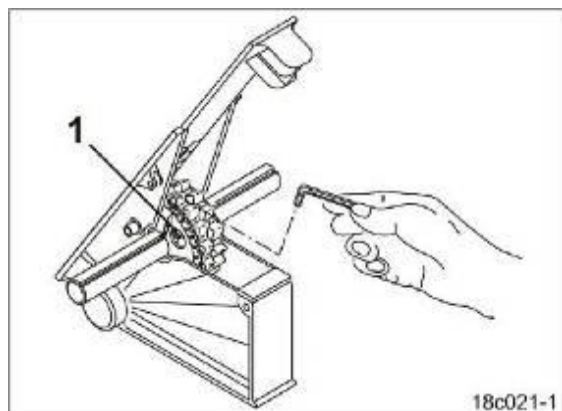

Рис.106
7.6.11. Поворачивайте резьбовой штифт (Рис. 106/1) в мелкосемянной высевающей катушке до тех пор, пока высевной вал не захватит высевающую катушку с легким зазором кручения. Слишком туго затянутые резьбовые штифты создают избыточную нагрузку на высевающие катушки.